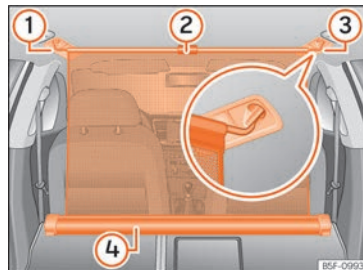

Fig. 160 En el maletero: red de separación en-ganchada con los respaldos del asiento trasero abatidos.
- Tire hacia arriba de la lengüeta »» fig. 160 ② para sacar la red de la carcasa »» fig. 160 ④.
- Enganche la red de separación en el lado derecho »» fig. 160 ③ (imagen ampliada).
- Enganche la red de separación en el alojamiento del lado izquierdo »» fig. 160 ① estirando la barra.
La red de separación está correctamente montada cuando los extremos en forma de T están enganchedos firmemente en los alojamientos correspondientes »» fig. 160 ③ y ①.
- Enrolle la red en la carcasa »» fig. 160 ④ bajándola con la mano.